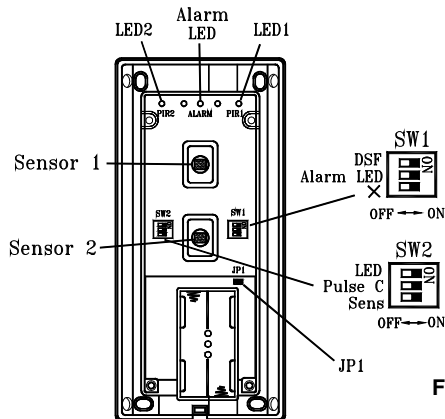

Fig. 7
Pour les réglages il y a 2 rangées de trois interrupteurs (SW1 & SW2) et un pont JP1 sur le circuit imprimé du PIR (Fig. 7):
3. Il est possible de vérifier la détection de chacun des deux capteurs en plaçant le pont JP1 sur ON et l'interrupteur SW2 position 1 sur ON (Fig. 7). Dans cette configuration, la LED1 pour le capteur 1 et la LED2 pour le capteur 2 réagiront indépendamment, il est ainsi possible d'ajuster la hauteur de montage en fonction de la couverture de détection désirée. Se rappeler que le PIR déclenche l'alarme seulement lorsque les deux capteurs détectent un mouvement simultanément.
Le PIR-OD1 est équipé d'un compteur d'impulsions paramétrable afin de s'adapter à différents environnements. Il est configuré en fonction de l'interrupteur SW2, se référer à la figure 7 et au paragraphe REGLAGES INTERNES ci-dessus.
Afin d'éviter que le PIR ne soit facilement repéré par un intrus, la LED peut être désactivée en plaçant l'interrupteur SW1 position 2 sur OFF, voir figure 7. La LED reste fonctionnelle en mode TEST.